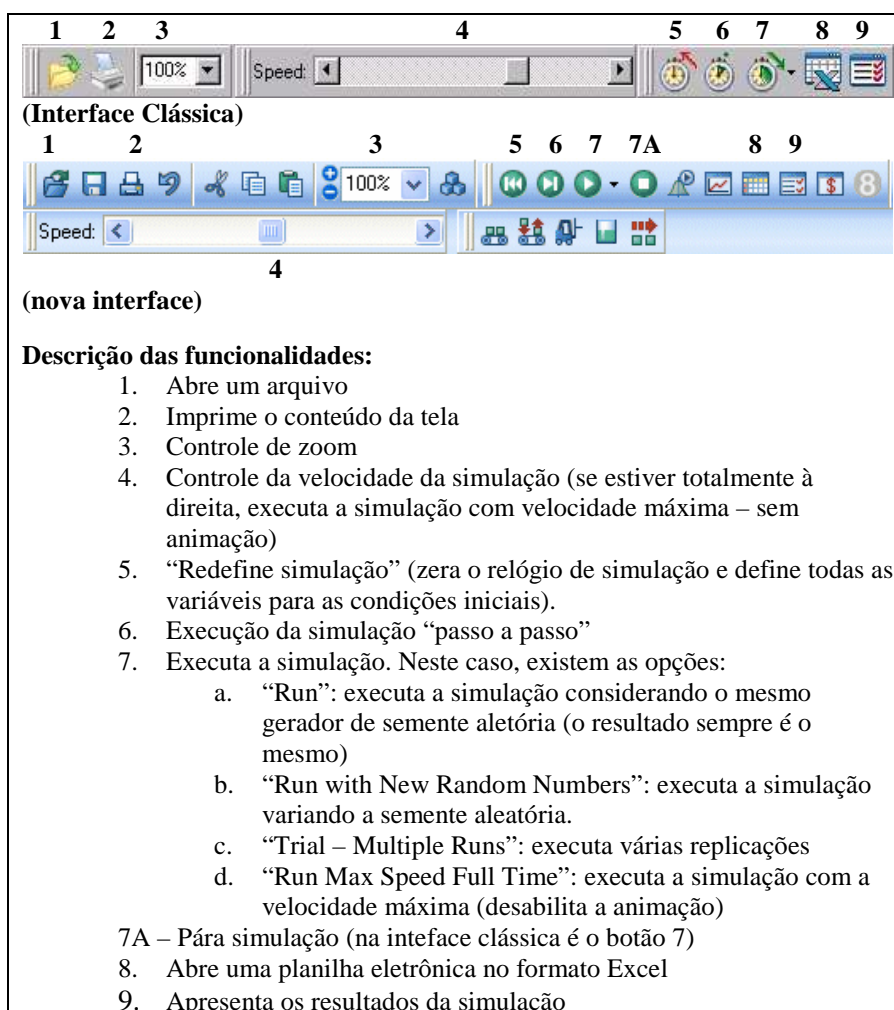
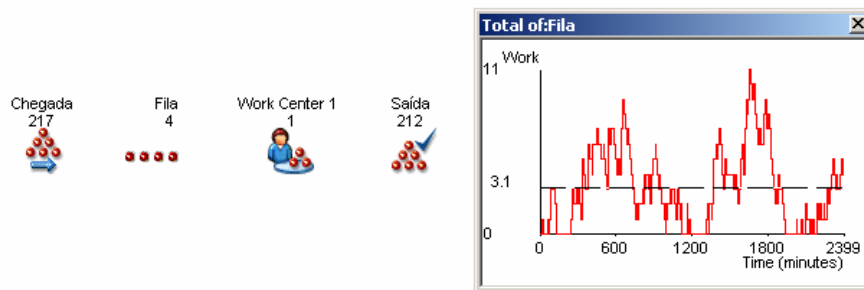

Figura 3: Barras para o controle da simulação.
Figura 9: Animação Gráfica do Simul8
Ao se iniciar o Simul8, pode-se escolher entre abrir um modelo existente por meio da opção **File|Open** ou construir um novo modelo por meio da opção **File|New|Blank Simulation**. Aberto um modelo já pronto, o modelo pode ser executado por meio da barra de execução de modelos (figura 3). Uma barra deslizante permite aumentar ou diminuir a velocidade de execução da simulação (item 4 da figura 3).
Para se executar a simulação, basta que seja pressionado o botão de “executar” (figura 3) e, para verificar os resultados, deve ser selecionada a opção **Results|Results Summary** ou pressionado o botão 9 (figura 3). A figura 9 ilustra como o Simul8 mostra a animação. Há ainda possibilidade de construir gráficos dinâmicos em diferentes objetos e para tal deve-se selecionar o objeto desejado e clicar na ferramenta de geração de gráfico. Na figura 9 pode-se ver o gráfico do número de elementos em fila versus o tempo de simulação.